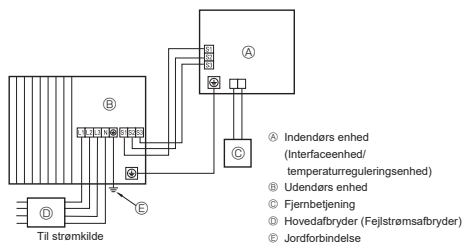
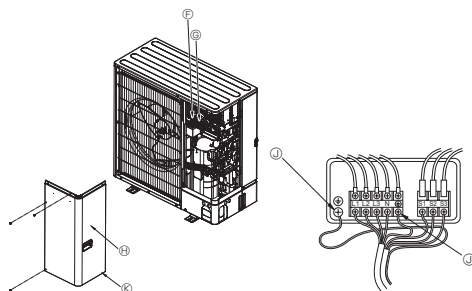

Fig. 7-1
Fig. 7-2
7.1. Udendørs enhed (Fig. 7-1, Fig. 7-2)
- ① Afmonter servicepanelet.
- ② Før kablerne som angivet i Fig. 7-1 og Fig. 7-2.